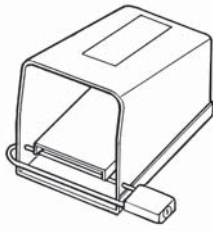

Рисунок 1 – Заблокированный педальный выключатель
- **Заблокируйте педальный выключатель, если станок не используется (Рисунок 1).** Это позволяет избежать случайного запуска.